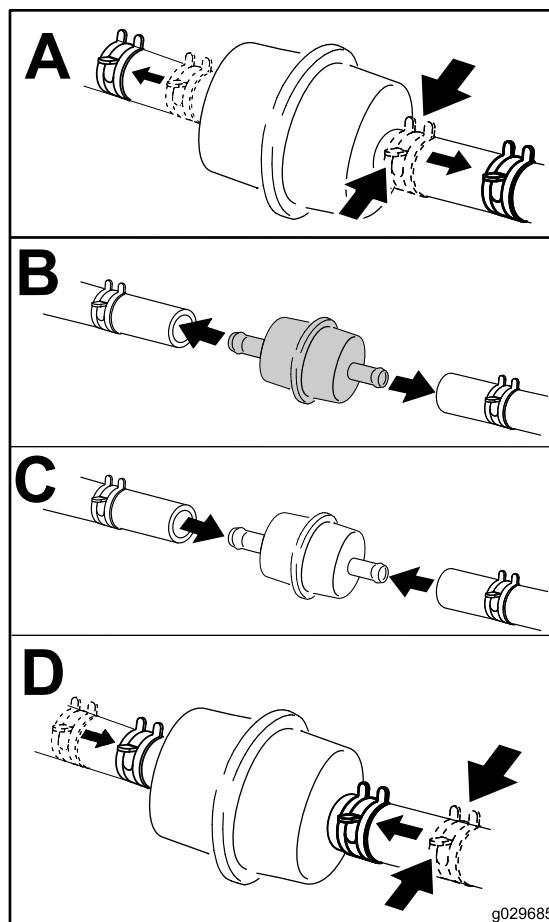

Figura 81
4. Cierre la válvula de cierre de combustible, situada debajo del asiento (Figura 81).